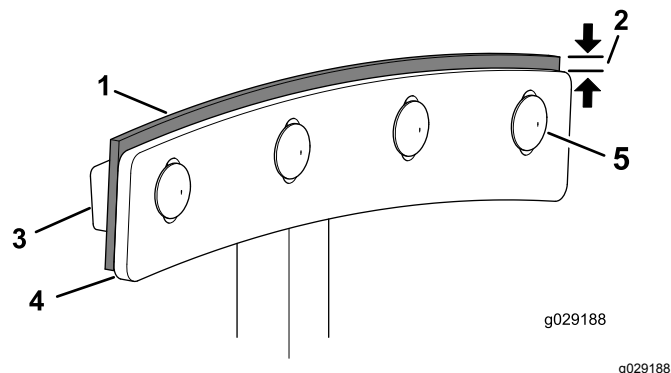

Figura 77
5. Afloje los pernos de cuello cuadrado y las tuercas que sujetan las escobillas a las paletas (Figura 77).
6. Ajuste las escobillas de goma para que queden cerca de la pared del tambor, y coloque las hojas de metal de la paleta de modo que el borde exterior sea de 3 mm a 6 mm (de $\frac{1}{8}$ " a $\frac{1}{4}$ ") desde el borde exterior de las escobillas (Figura 77). Apriete los pernos y las tuercas para sujetar las hojas a las paletas.